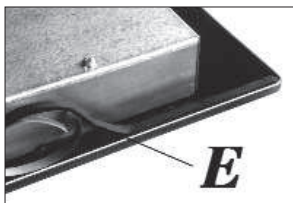

FIG. 14
- Vuelque la placa de cocción y coloque correctamente el lado adhesivo de la junta "E" (ver fig. 14 debajo del borde de la misma de manera que el lado externo de la junta coincida perfectamente con el borde perimétrico externo del cristal. Los extremos de las tiras deben encajar sin solaparse.